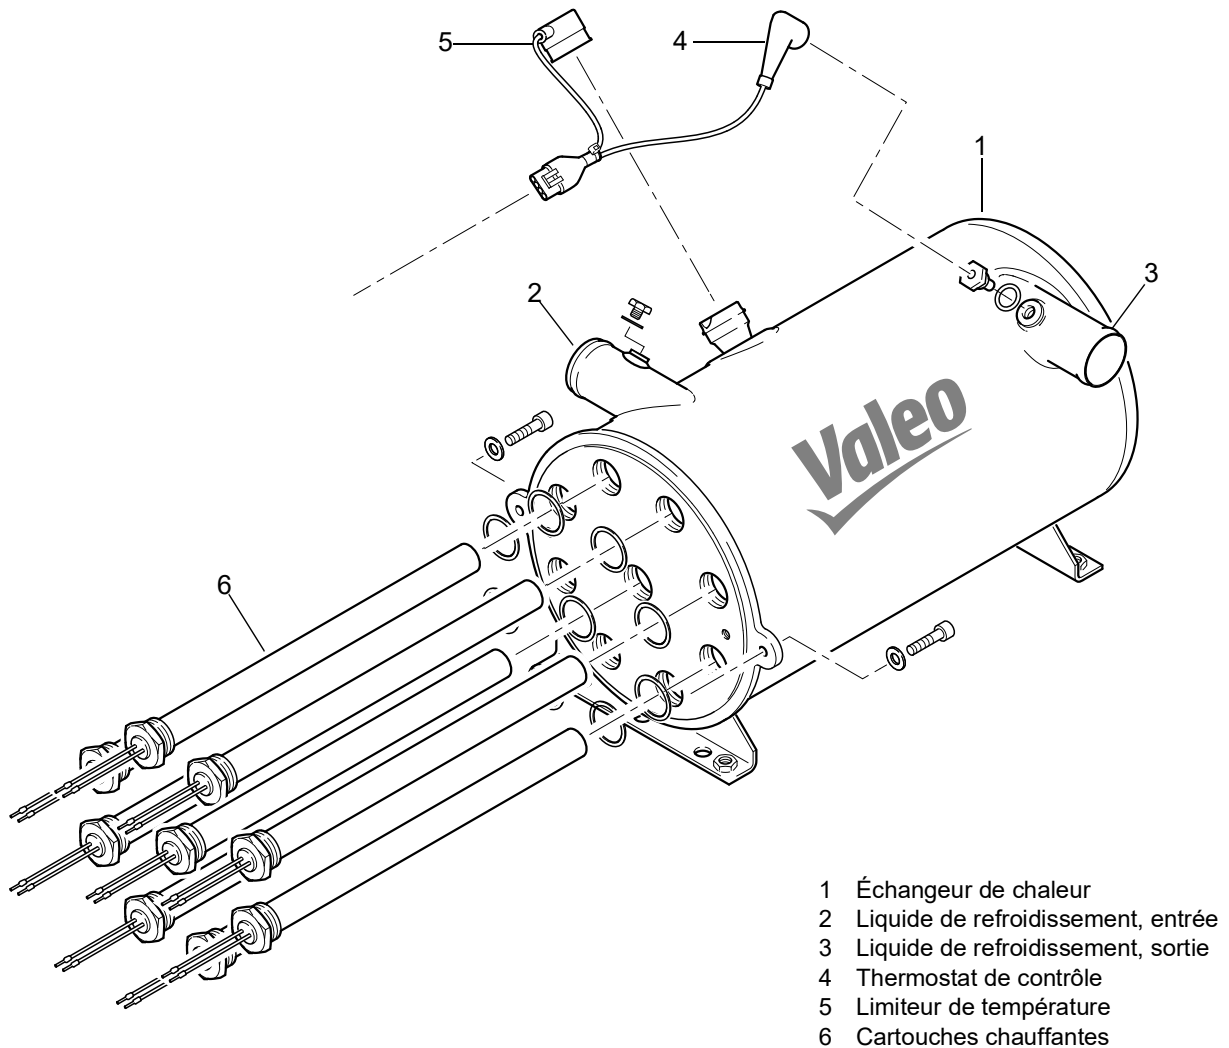

Fig. 304 Échangeur de chaleur avec composants installés (explosifs)
Dans l'échangeur de chaleur (1, Fig. 304), l'eau qui traverse les cartouches chauffantes (6) est chauffée.
À l'extrémité des cartouches chauffantes étanches en forme de tiges (6, Fig. 304) se trouve un taraudage avec vis hexagonale à visser, et les câbles de raccordement sont sortis.
Le thermostat de contrôle (4, Fig. 304) détecte la température du liquide de refroidissement à la sortie d'eau (3) de l'échangeur de chaleur.
Le limiteur de température (5, Fig. 304) protège l'appareil de chauffage contre des températures trop élevées. Le limiteur de température se déclenche lorsque la température dépasse 125°C et coupe l'appareil de chauffage.